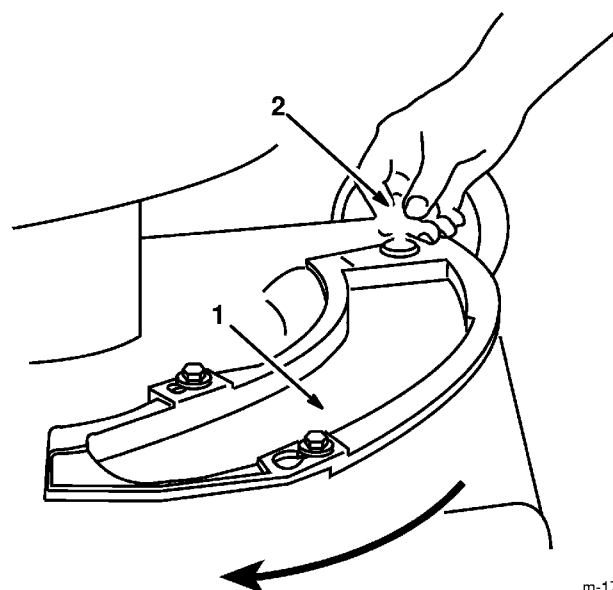

Figure 4
La tondeuse est livrée avec un obturbateur (Fig. 4). Si la tondeuse est utilisée avec une décharge latérale, cet obturbateur doit être installé dans l'ouverture du carter de la tondeuse.
2. Retirer le bouton fixant l'obturbateur au carter de tondeuse (Fig. 4).